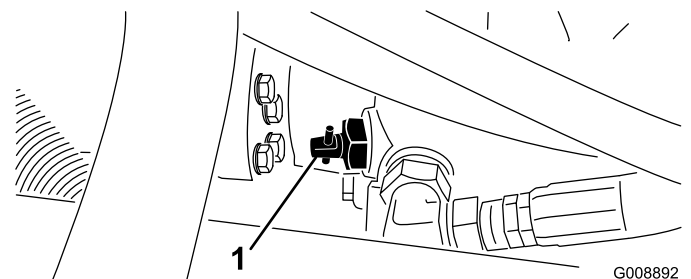

Figura 24
1. Localice la válvula de desvío en la bomba (Figura 24) y gírela 90°.